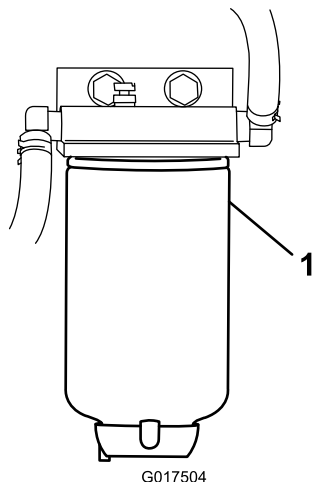

Figura 39
3. Desaparafuse o filtro de combustível do suporte (Figura 39).